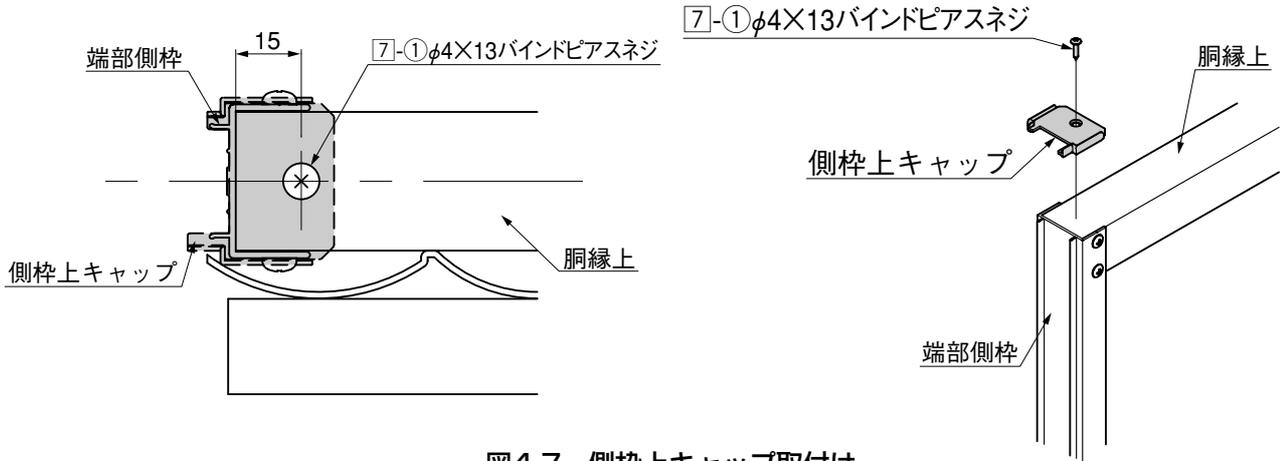

図4-7 側枠上キャップ取付け
- ⑥ 端部側枠に側枠上キャップをかぶせ、**7-1**で胴縁上に取り付けてください。(図4-7参照)